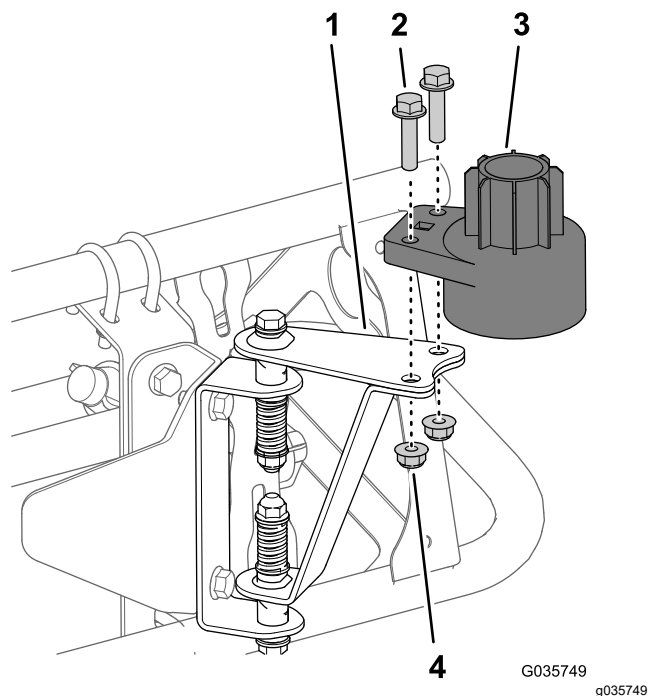

Figure 20
1. Fixez le logement de capteur inférieur sur les éléments de montage du capteur (Figure 20) à l'aide de 2 boulons (5/16" x 1 1/4") et de 2 contre-écrous (5/16").